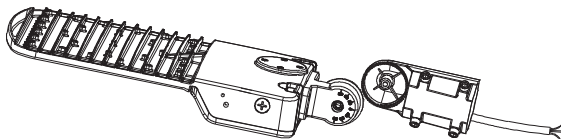

Figura 1
- 1** Separe el soporte de deslizamiento en dos piezas. (Figura 1)
- 2** Pase el cable del artefacto a través del soporte de deslizamiento que se montará en el artefacto. (Figura 1)